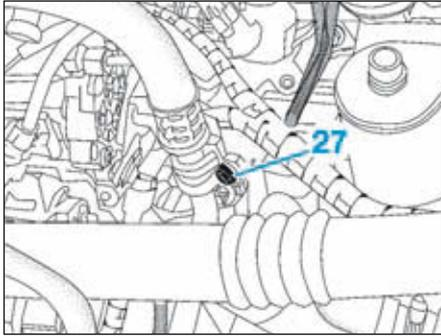

FIG.92
- la vis de bride (27) (Fig.92),